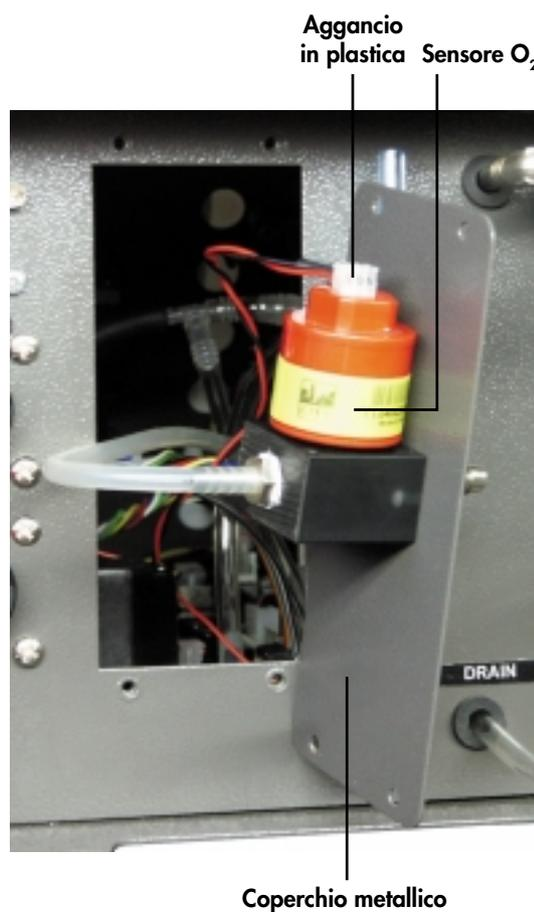

Fig. 15
Il filtro illustrato in fig. 15 può essere posizionato a circa 30 cm dalla giunzione del filtro condensa (13).
Il sensore di ossigeno (O₂) è collocato all'interno dell'analizzatore sul retro del coperchio indicato in fig. 15.
2. Rimuovere le quattro viti che tengono il coperchio in fig. 15.